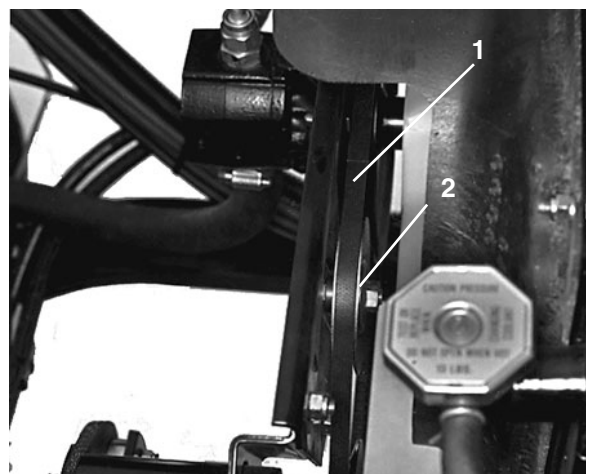

Bild 48
Lüfterriemen (Bild 48)
2. Entfernen Sie die Ablassschraube (Bild 48) seitlich am Behälter und lassen die Flüssigkeit in eine Wanne ablaufen.